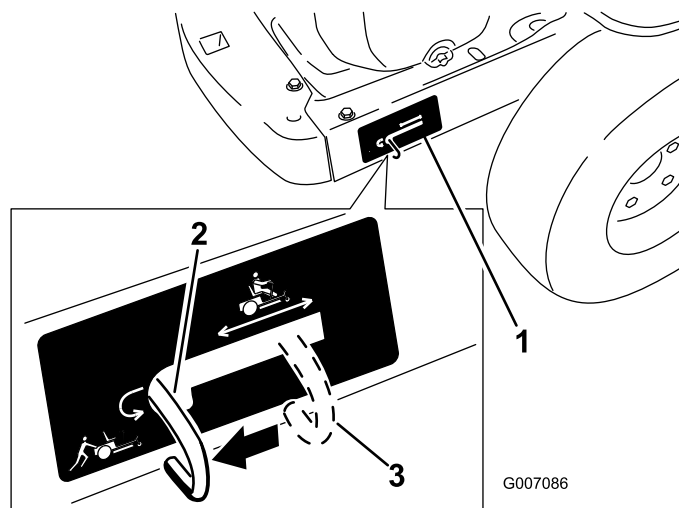

Figura 19
4. Mueva las palancas de desvío hacia atrás y luego hacia abajo para bloquearlas en esa posición, según se muestra en Figura 19, para desengranar los motores de rueda. Repita en el otro lado de la máquina.
Mueva las palancas de desvío hacia arriba y empújelas hacia adelante, al **centro** de la ranura horizontal (Figura 19) para engranar los motores de rueda.